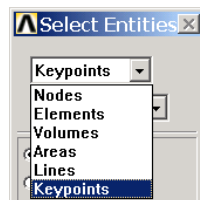

图3.12 选择对象
- 选择对象可以是节点（Nodes）、单元（Elements）、体（Volumes）、面（Areas）、线（Lines）和关键点（Keypoints）。如图 3.12 所示。